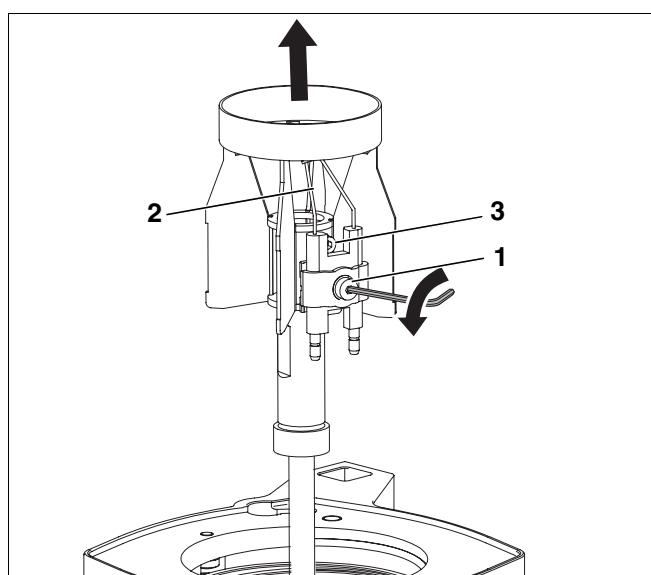
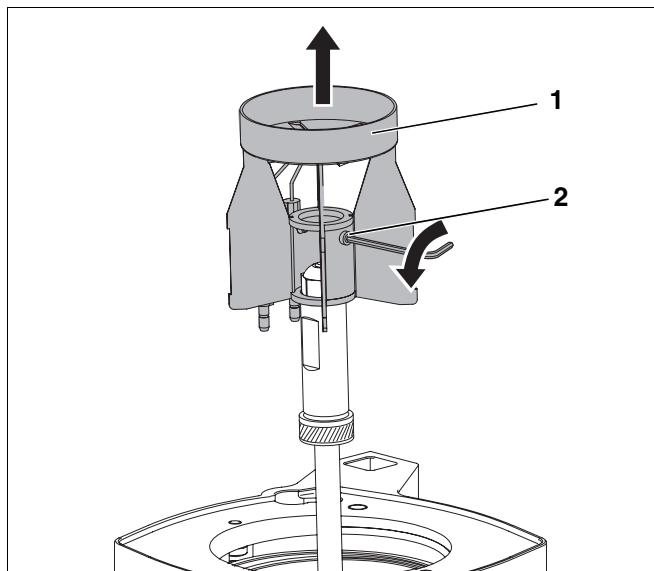
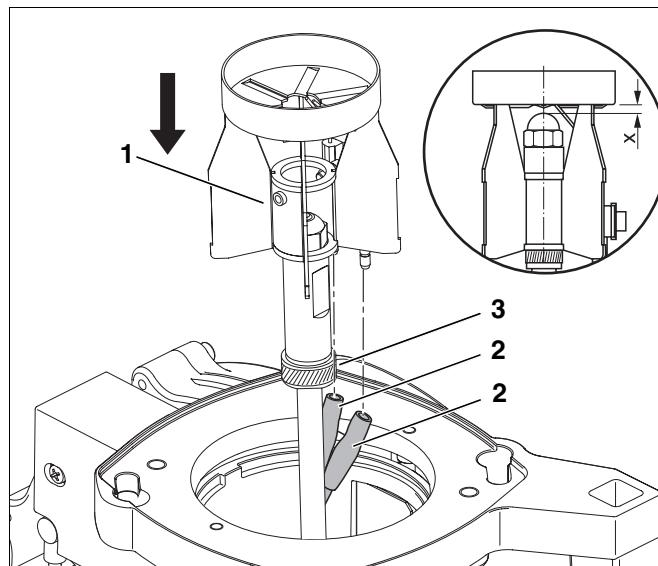

Рис. 26 Замена запальных электродов
Рис. 27 Демонтаж распределительного диска
Рис. 29 Монтаж распределительного диска
На запальных электродах (рис. 26, поз. 2) не должно быть отложений.
- Отвернуть винт (рис. 26, поз. 1) между запальными электродами.
- Отсоединить провода (рис. 29, поз. 2, стр. 29) от запальных электродов.
- Демонтировать запальные электроды (рис. 26, поз. 2).
- Ослабить установочный винт (рис. 27, поз. 2) и демонтировать распределительный диск (рис. 27, поз. 1).
- Вынуть вверх распределительный диск (рис. 27, поз. 1).
- Установить распределительный диск (рис. 29, **поз. 1**) и закрепить установочными винтами (рис. 27, **поз. 2**, стр. 28 и рис. 26, **поз. 3**, стр. 27).
- Подсоединить провода к запальным электродам (рис. 29, **поз. 2**).
- Следите за тем, чтобы промежуточное кольцо было правильно установлено (рис. 29, **поз. 3**) и проверьте размер "x" согласно глава 3.3 "Установочные параметры и применяемые форсунки", стр. 8.